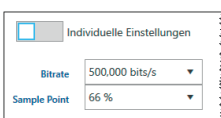

Abb. 3-20: Schalterstellung **Individuelle Einstellungen**
Stehen unter **Interfaces** zwei oder mehr CAN-Interfaces bzw. CAN-Interfaces mit mehreren Kanälen zur Verfügung, besteht die Möglichkeit, pro Interface/Interface-Kanal individuelle Einstellungen zu definieren. Hierfür muss bei dem betreffenden CAN-Interface die Schalterstellung (Abb. 3-19, ①) von **Default Einstellungen** auf **Individuelle Einstellungen** geändert werden. Abb. 3-20 zeigt den Schalter in der Position **Individuelle Einstellungen** mit den Interface- bzw. kanalspezifischen Einstelloptionen.